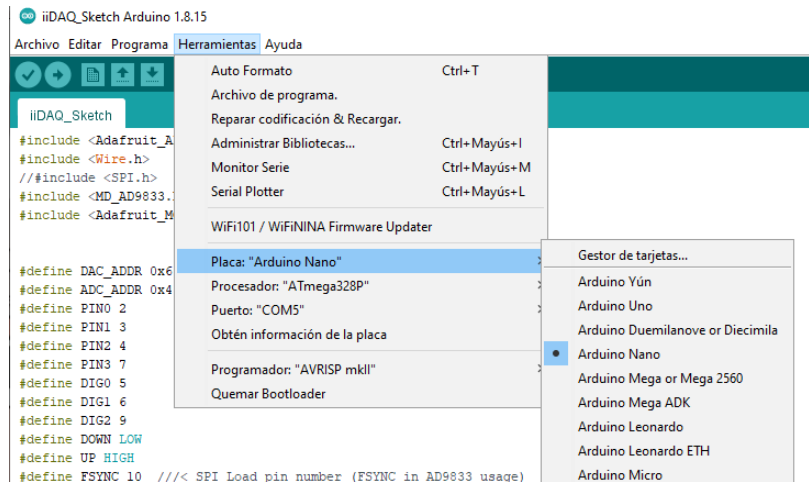

Figura 3.4: Selección de Placa.
3. Se debe buscar el nombre de la placa y puerto en el que se está comunicando el sistema. Para esto, en la parte superior izquierda, dar clic en *Herramientas*>*Placa:*> *Arduino Nano* (Figura 3.4), que es el Arduino con el que estamos trabajando. Posteriormente, en la misma ubicación